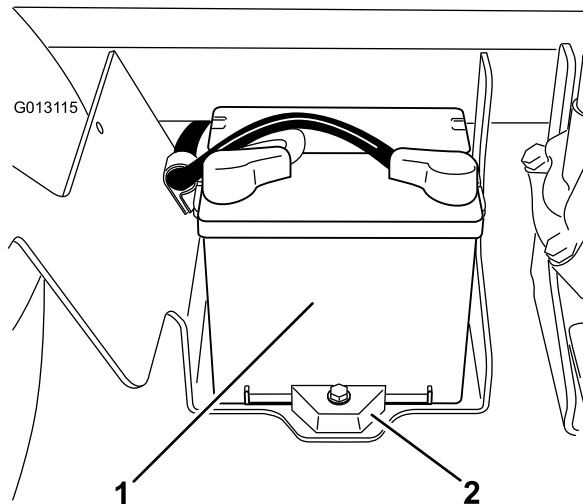

Figura 55
2. A bateria encontra-se no lado direito da máquina por detrás da bomba (Figura 55).
5. Retire as fixações e os fechos da bateria (Figura 55).
2. Coloque a fixação da bateria, assim como os fechos que retirou anteriormente (Figura 55).
4. Coloque a cobertura da bateria e aperte-a com os 2 manípulos (Figura 55).
1. Desaperte os manípulos na parte lateral da caixa da bateria e retire a cobertura da bateria (Figura 55).